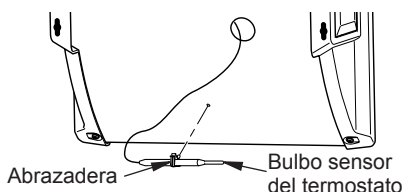

Figura 5 - Instalación del bulbo sensor del termostato
1. Coloque la abrazadera en el bulbo sensor de termostato como se muestra en la figura 5. la abrazadera se incluye en el paquete de ferretería.
2. Coloque la abrazadera en el orificio de montaje como se muestra en la figura 5. El orificio de montaje se encuentra en el centro del panel posterior inferior del calentador. Asegúrese que el bulbo sensor del termostato esté en posición horizontal.